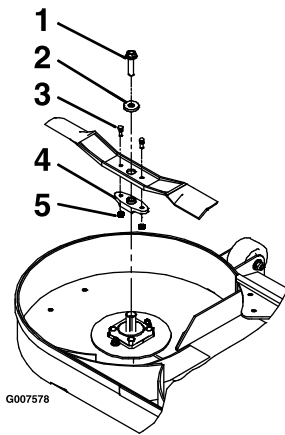

Figura 74
3. Retire la cuchilla, la arandela y el perno de la cuchilla que fija la cuchilla y el impulsor de la cuchilla (Figura 74).
4. Retire el impulsor de la cuchilla de la cuchilla existente (Figura 74).
1. Instale el impulsor de la cuchilla en las nuevas cuchillas con las contratuercas y los pernos de la cizalla (Figura 74).
3. Instale la cuchilla, la arandela y el perno de la cuchilla en el eje (Figura 74).